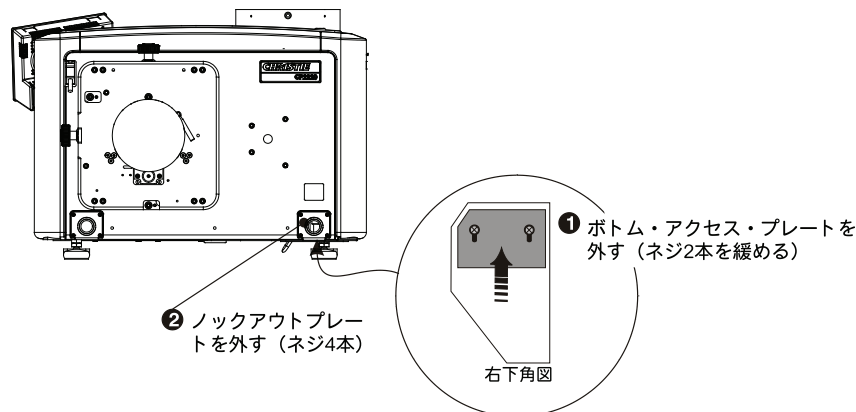

図 2-10
1. プロジェクター下部の前右角には小さい電気アクセス プレートがあります。2 本のネジをゆるめ、プレートを手前にスライドさせ、ターミナル ブロックが見えるようにします。図 2-10 を参照してください。
1. プロジェクター下部の前右角には小さい電気アクセス プレートがあります。2 本のネジをゆるめ、プレートを手前にスライドさせ、ターミナル ブロックが見えるようにします。図 2-10